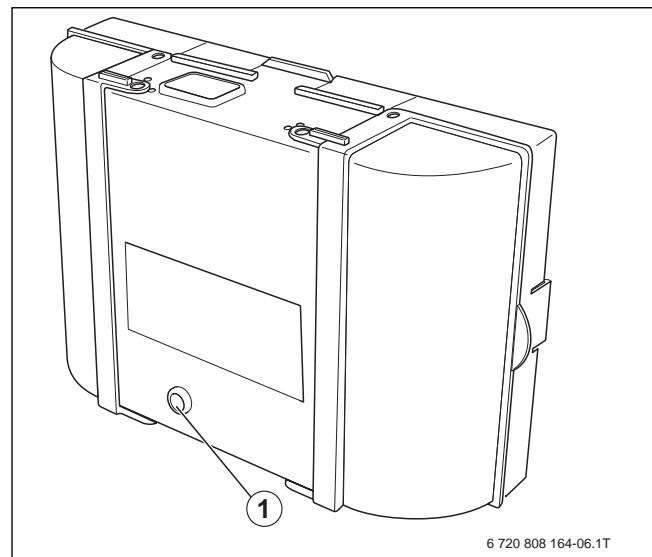

Рис. 10 Сброс неисправностей на автомате горения
- Кнопка Reset (→ рис. 10, [1])